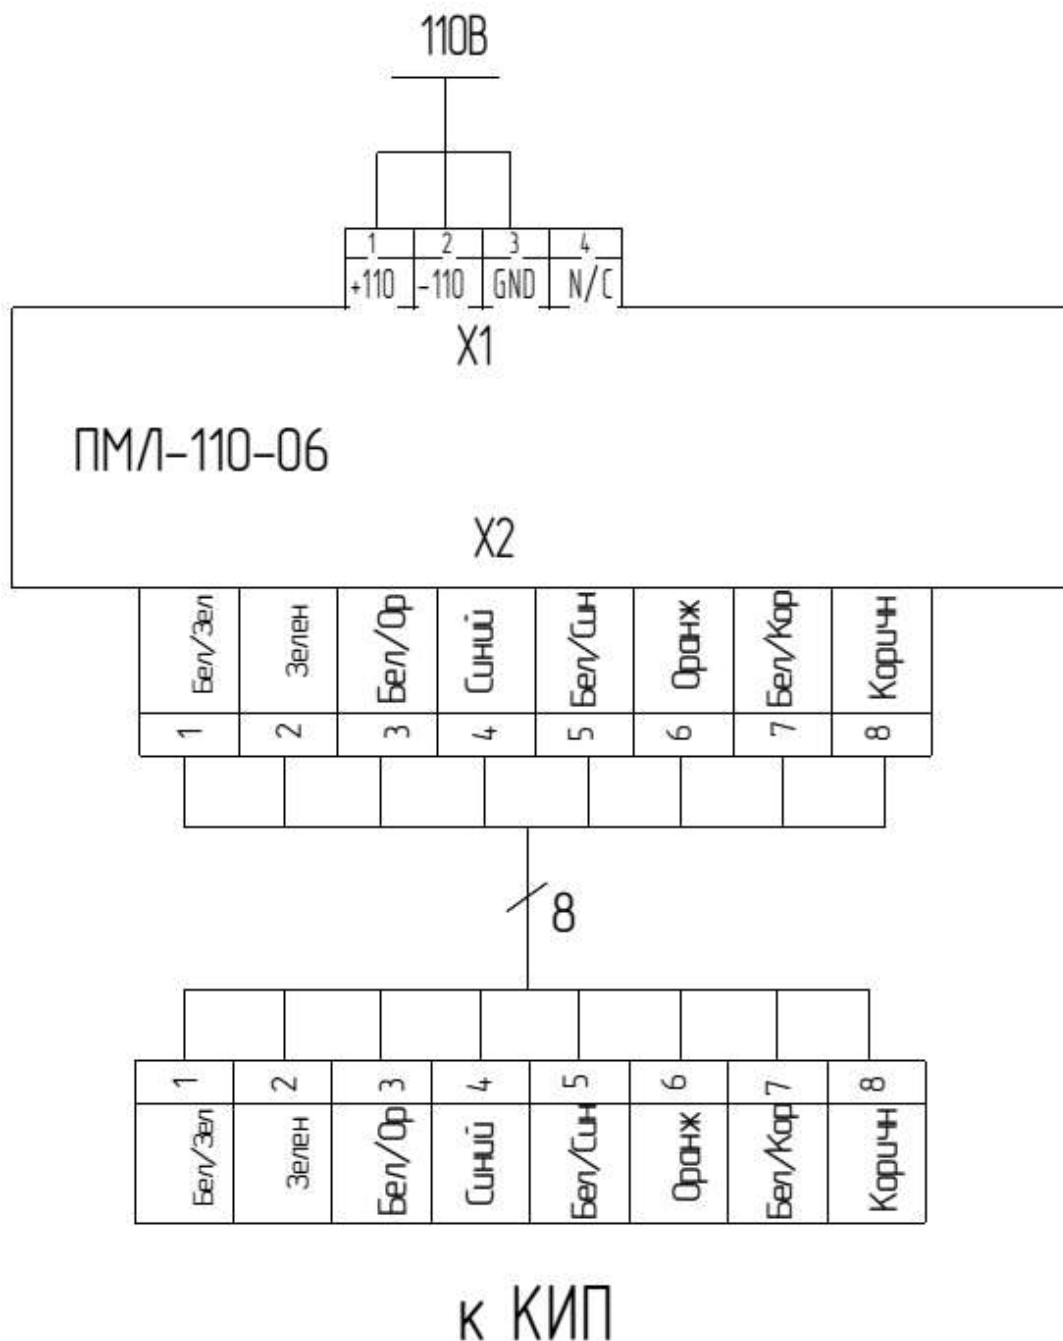

Рис.2 Подключение ПМЛ 110-06
4.2.1 Для присоединения панели к КИП, необходимо использовать 8-ми жильный кабель, предназначенный для промышленных сетей Ethernet. Длина кабеля не должна превышать 50 м. Для присоединения кабеля к панели на одном из его концов должен быть установлен соединитель типа - вилка Harting арт. 09451151520 (из комплекта поставки панели). Для присоединения кабеля к КИП должен быть установлен соединитель типа - вилка Harting арт. 09451511520 (из комплекта поставки КИП). Установка соединителей на кабель осуществляется в соответствии с цветовой маркировкой жил, согласно рис. 2.
4.2.2 Для подключения питания к панели (см. рис.2), необходимо использовать провода с сечением жил от 1 до 2.5мм² на которые смонтированы розетка Розетка НА-003-F Нап 3А конт., кожух каб.3А прям. НЗА-МТG-М20, ввод кабельный М20х1,5 (из комплекта поставки панели маршрутной). Концы проводов предварительно должны быть зачищены на 6⁺мм и облужены.